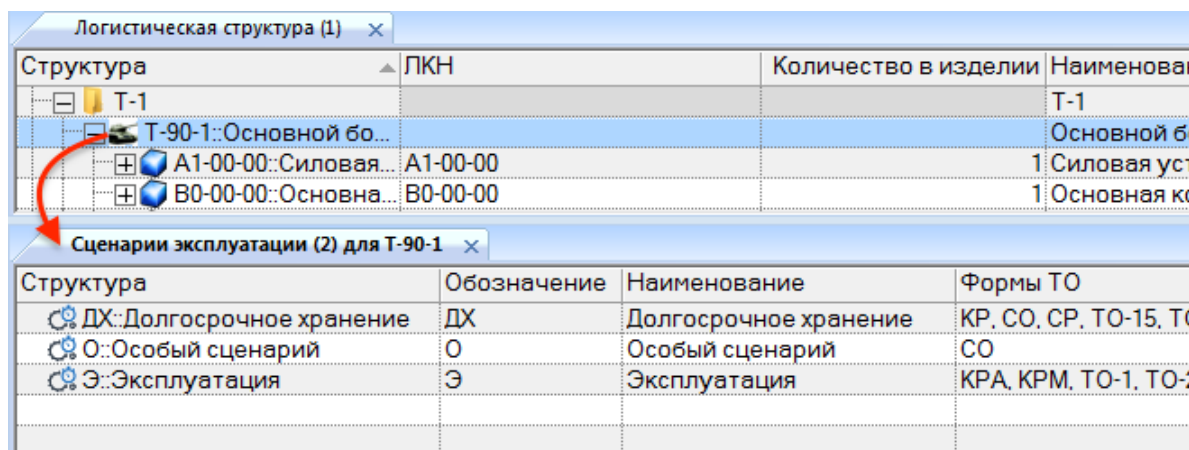

Рис. 18-8 – Окно связанных объектов «Сценарии эксплуатации» для выбранного типа ФИ
- 5) Затем в рабочем окне «Логистическая структура» выбрать тип ФИ и нажать кнопку «Сценарии эксплуатации» панели «Связанные объекты». В отобразившемся окне связанных объектов «Сценарии эксплуатации» для выбранного типа ФИ отображается список сценариев, связанных с данным типом ФИ (рис. 18-8).